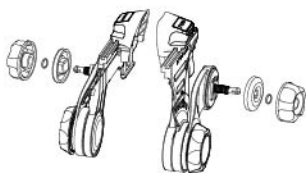

fig. 13
- Deșurubați butonul principal de conectare al fiecărui adaptor (consultați fig. 13).